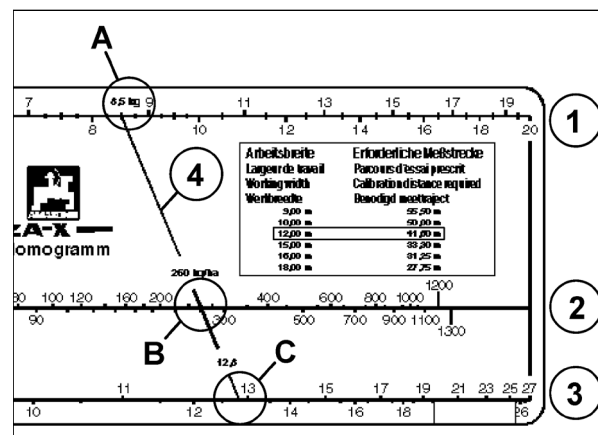

Fig. 68
4. Messstrecke auf dem Feld exakt abmessen. Anfangs- und Endpunkt markieren (Fig. 68).